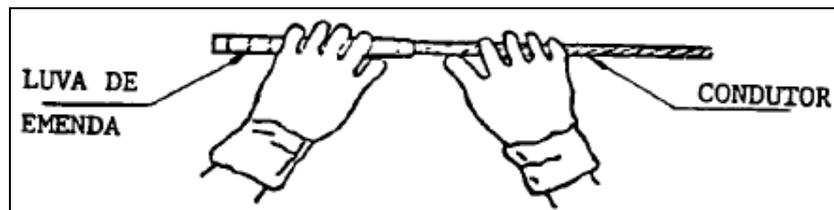

Figura 9 – Conexão do condutor e luva de emenda
- Introduzir o condutor na luva de emenda, conforme a Figura 9;